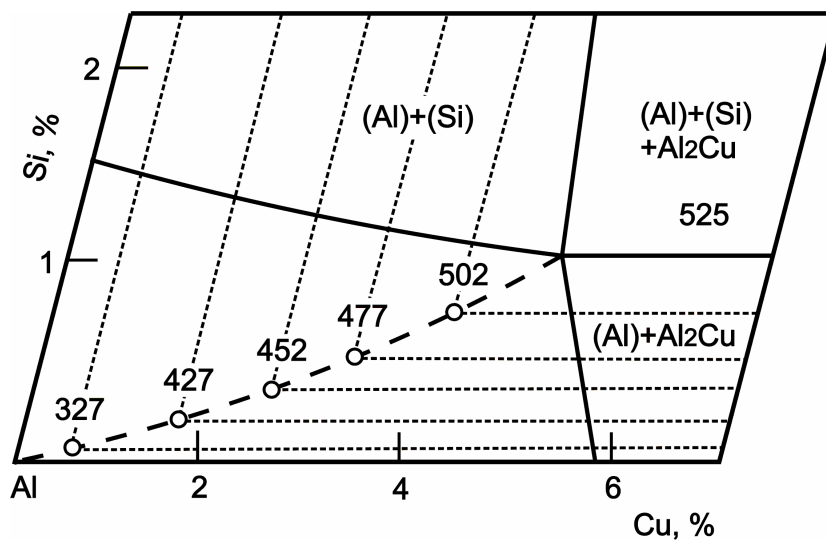

Рис.9. Диаграмма состояния системы Al–Cu–Si:
2. Определить температуру солидуса сплава Al–4%Si–8%Cu (обосновать ответ) – рис.9
2. Оценить состав первой капли жидкости при нагреве сплава Al–5,5%Si–3%Cu (обосновать ответ) – рис.9
2. Построить кривую охлаждения сплава Al–2,5%Si–15%Cu (указать реакции) – рис.9